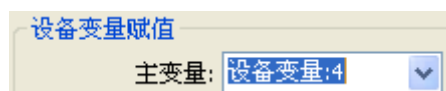

图 5.42 设备变量修改
- 然后在对话框中选择“设备变量:4”，如图 5.42 所示：